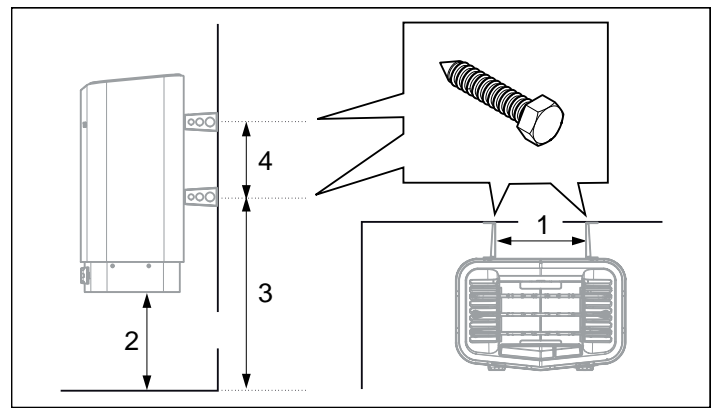

Abbildung 11: Abmessungen
9. Positionieren Sie die Halterungsschrauben unter Beachtung der Maßangaben (siehe Abbildung 11).